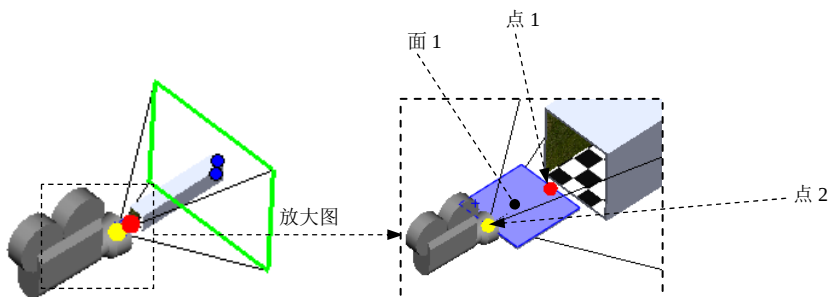
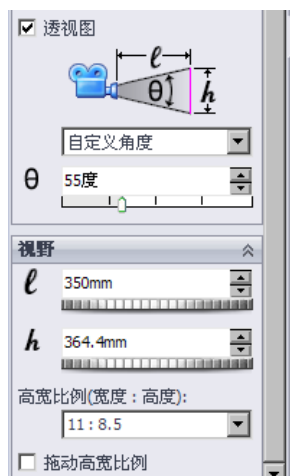
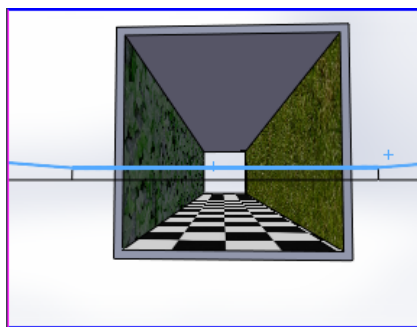

图 9.9.7 相机设置
图 9.9.8 设置参数
图 9.9.9 相机视图
Step5. 添加相机。选择下拉菜单  **视图(V)** →  **光源与相机(L)** →  **添加相机(C)** 命令，打开“相机 1”对话框，同时在图形窗口打开一个垂直双视图视窗，左侧为相机，右侧为相机视图；在“相机 1”对话框中激活  **目标点** 区域，在图形中选取图 9.9.7 所示的点 1 为目标点；激活  **相机位置** 区域，选取图 9.9.7 所示的点 2 为相机的位置；激活  **相机旋转** 区域，选取图 9.9.7 所示的面 1 来设定角度，其他参数设置如图 9.9.8 所示，设定完成后相机视图如图 9.9.9 所示；在“相机 1”对话框中单击  按钮，完成相机的设置。